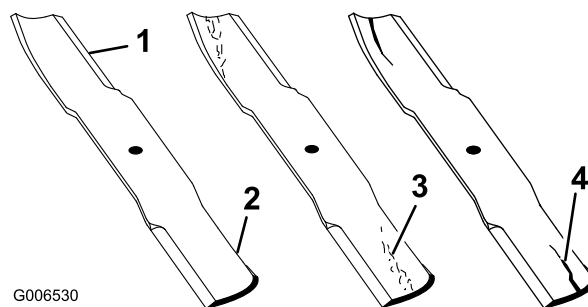

Figura 51
1. Inspeccione los filos de corte (Figura 51). Si los bordes no están afilados o tienen muescas, retire las cuchillas y afílelas. Consulte Afilado de las cuchillas \(página 41\).
2. Inspeccione las cuchillas, especialmente la parte curva (Figura 51). Si observa daños, desgaste o la formación de una ranura en esta zona (elemento 3. en la Figura 51), instale de inmediato una cuchilla nueva.